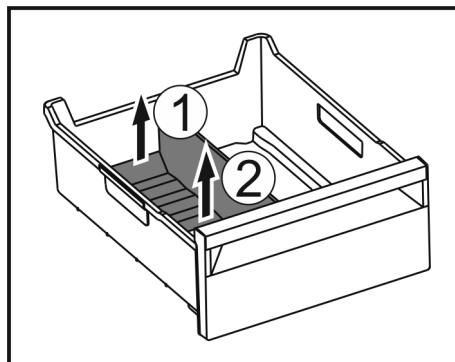

Fig. 99
- ▶ Повдигнете задната част на разделителя на отделението за лед. Fig. 99 (1)
- ▶ Извадете разделителя на отделението за лед нагоре. Fig. 99 (2)